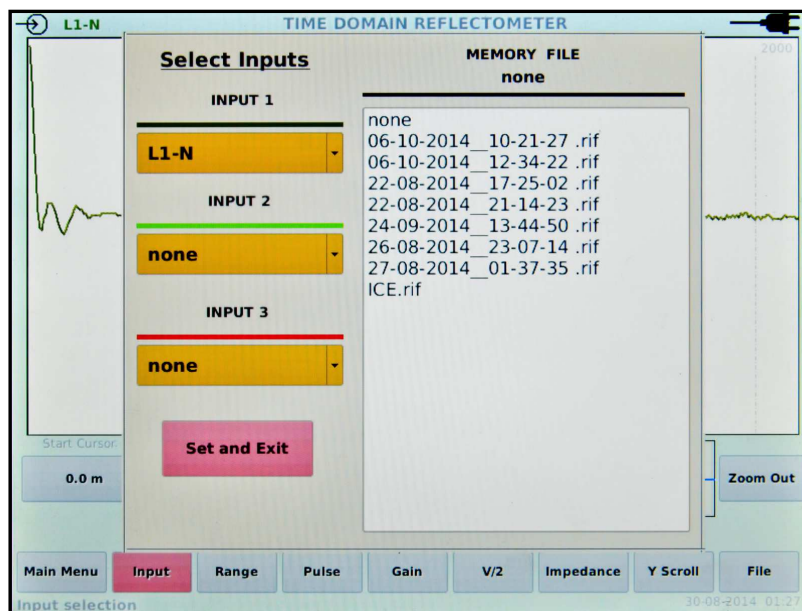

Рисунок 7 – Окно выбора входов «Select Inputs»
2.2.5 Для выбора входов прибора следует нажать кнопку «**Input**» (касанием на дисплей, или вращением рукоятки энкодера с последующим её нажатием). На экране появится окно «**Select Inputs**» (см. рисунок 7).